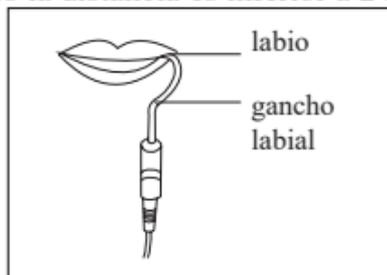

Imagen 15
4.2.4 Cuelgue el gancho labial en el labio, asegúrese de que entre en contacto con la mucosa oral como electrodo de referencia [Imagen 15].